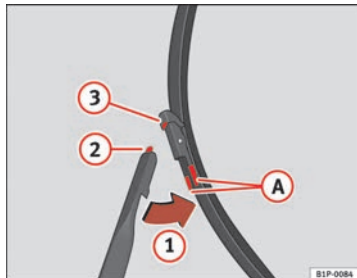

Fig. 147 Cambio de las escobillas del limpiaparabrisas
- Presione las teclas laterales **A** y libere la escobilla desplazándola en el sentido de la flecha **1** ⇒ fig. 147.
- Introduzca la pestaña **2** en el alojamiento **3** de la escobilla ⇒ fig. 147.
- Desplace la escobilla hacia el brazo en el sentido contrario a la flecha **1**, hasta percibir un click ⇒ fig. 147.